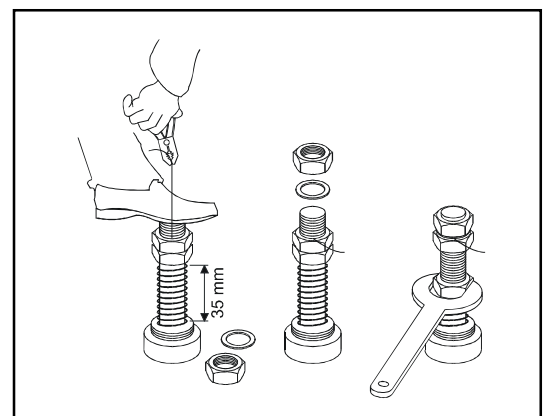

Abb. 9:
- 10) Die Mutter so weit eindrehen, dass die Feder der Tankdach-Verankerung um mindestens 35 mm heruntergedrückt wird (siehe Abb. 9).